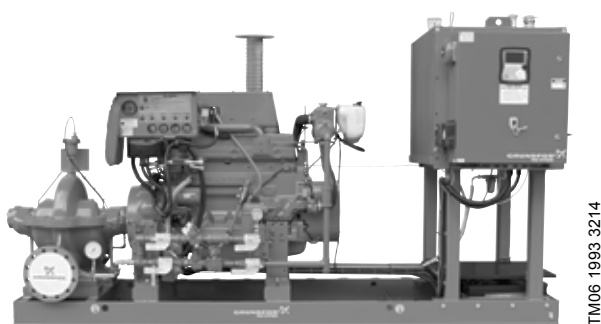

Рис. 1 Дизельная насосная установка со шкафом управления.
На рис. 1 показана конструкция дизельной насосной установки.
- с правой стороны (стандартное), см. рисунок 1;